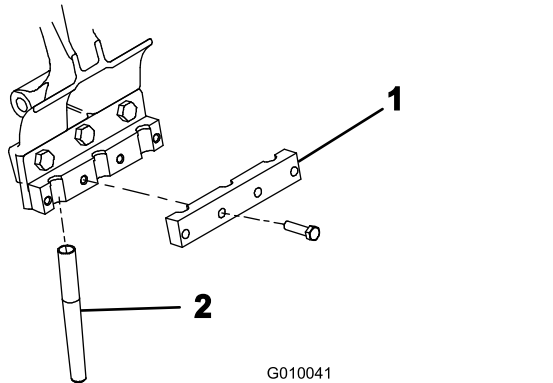

Figura 26
5. Instale provisionalmente una pletina de sujeción en cada portataladro (Figura 26) con 4 pernos ($\frac{3}{8}$ " x $1\frac{1}{2}$ "). No apriete los pernos.